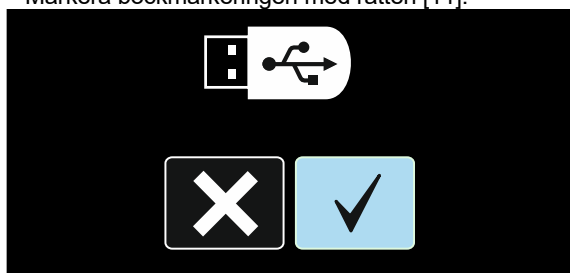

Bild 51
- Markera bockmarkeringen med ratten [11]. Se bild 51.